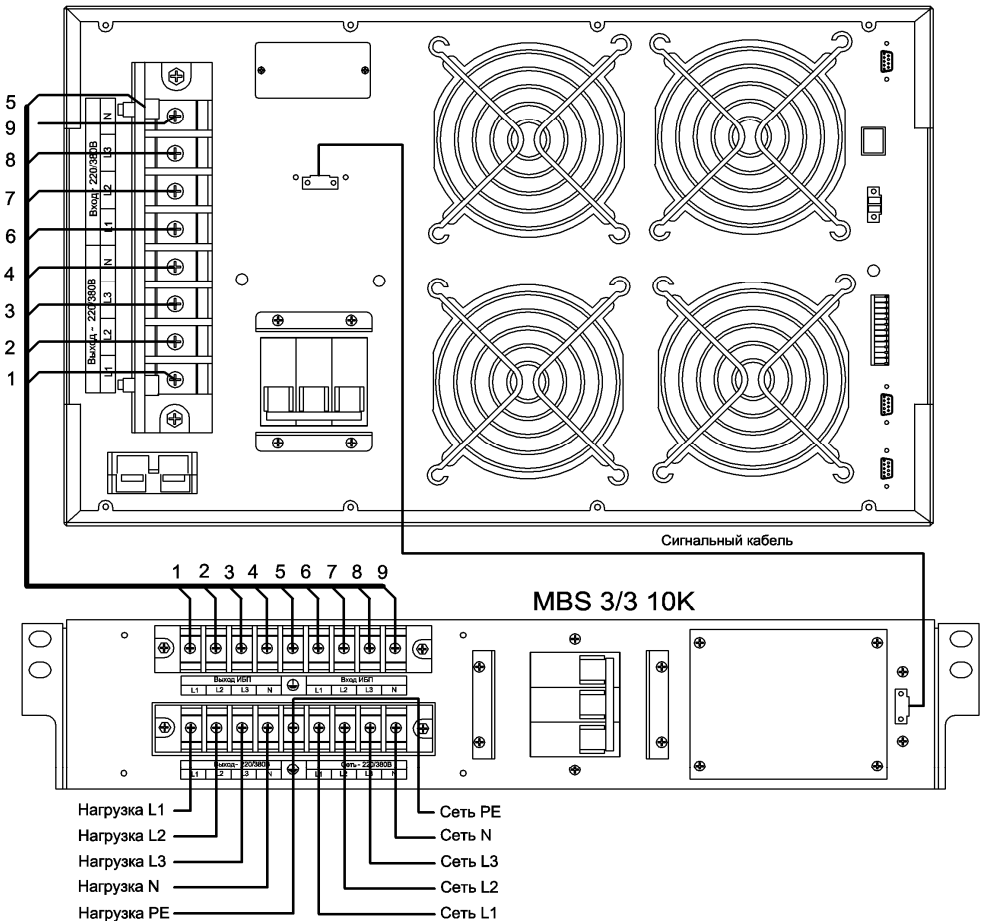

Рисунок 4 – Подключение модуля MBS 3/3 10K
7.1.5 Подключение сети переменного тока, ИБП и нагрузки к модулю следует производить в следующей последовательности (рисунок 4):